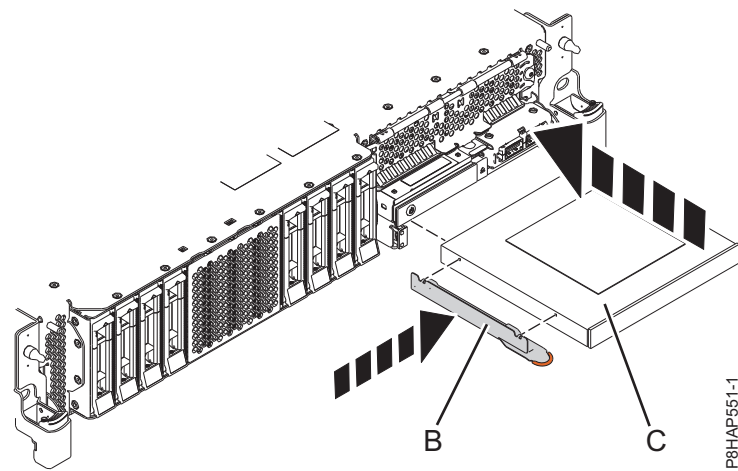
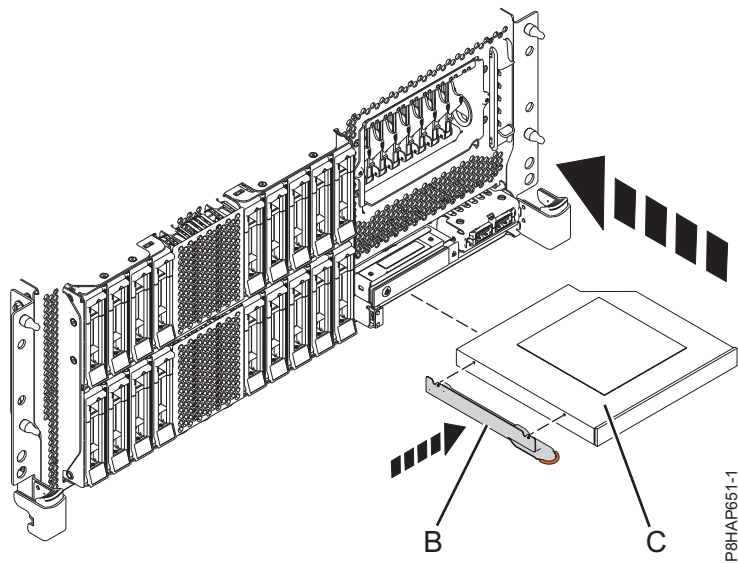
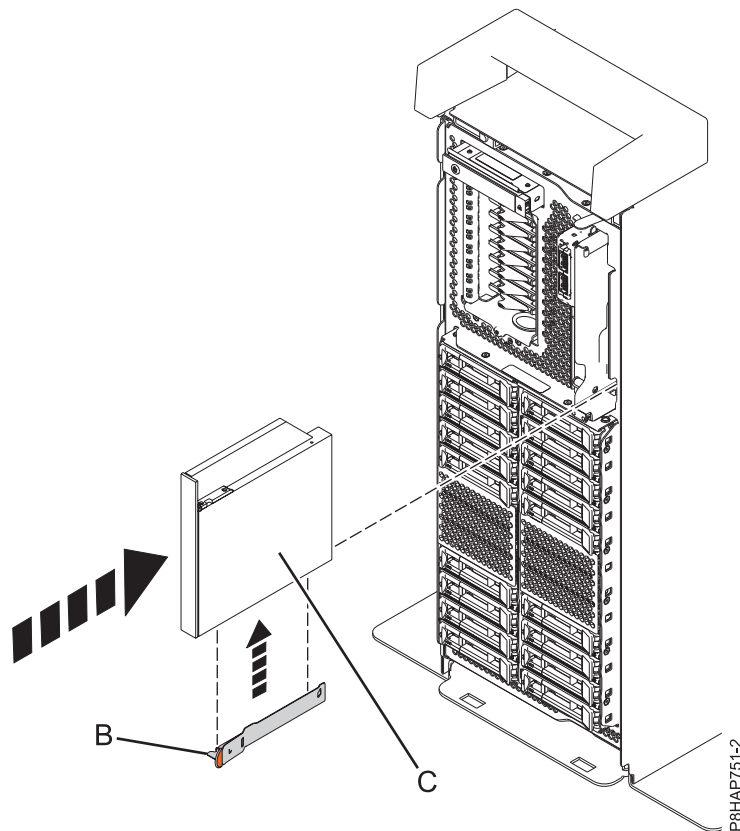

図 6. 8284-21A または 8284-22A システムへのスリムライン・メディア・デバイスの取り付け
図 7. ラック・マウント型 8286-41A または 8286-42A システムへのスリムライン・メディア・デバイスの取り付け
図 8. スタンドアロン型システムへのスリムライン・メディア・デバイスの取り付け
5. 8284-21A または 8284-22A システムについては 11 ページの図 6 を、8286-41A または 8286-42A システムについては 11 ページの図 7 を、また、スタンドアロン型 8286-41A システムについては 12 ページの図 8 を参照してください。
6. スリムライン・メディア・デバイス (C) とスリムライン・メディア・ベイを位置合わせし、デバイスの底面を支えながら、スライドさせて半分だけシステム装置に挿入します。
8284-21A または 8284-22A システムについては 図 6 を、ラック・マウント型 8286-41A または 8286-42A システムについては 図 7 を、また、スタンドアロン型 8286-41A システムについては 12 ページの図 8 を参照してください。